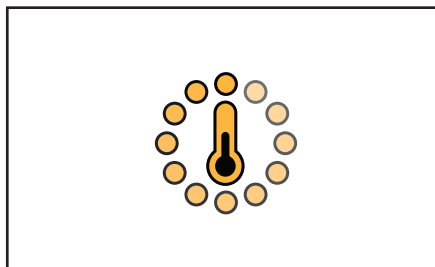

Bild 4.12- Uppvärmningsikonen
3. Uppvärmningsikonen (upptagen termometer) visas på pekskärmen (bild 4.12).